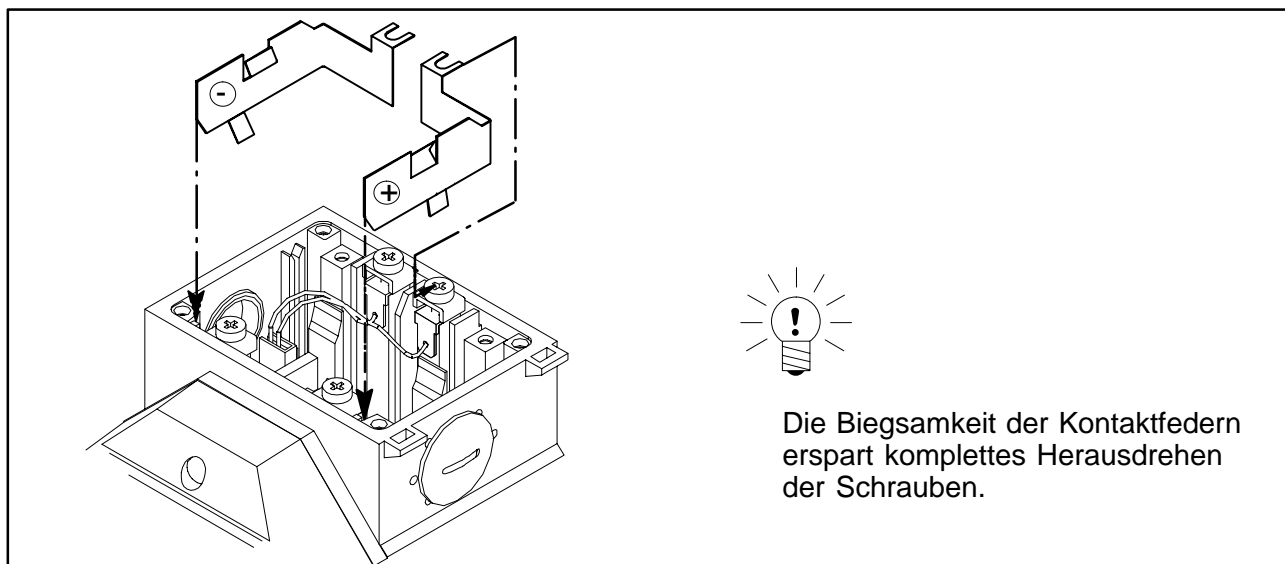

Abb.3.1 Batteriekontaktfedern einsetzen
2. Batteriekontaktfedern in vorgesehene Schlitze einschieben. Die als Kabelschuhe geformten Enden unter die Anschlußklemmen stecken (siehe Abb.3.1).